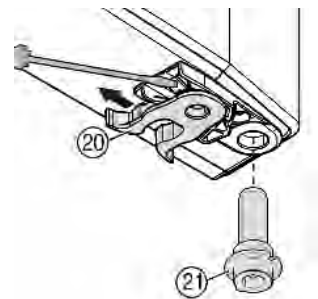

Fig. 8
- переставить пружинный зажим Fig. 8 (20): Нажмите вниз язычок защелки, снимите с него пружинный зажим.
- Извлеките опорный палец Fig. 8 (21) из втулки двери и вставьте вместе с шайбами на противоположную сторону. Язычок защелки должен быть направлен к внутренней стороне двери, паз — к внешней стороне.
- Поверните нижнюю часть двери и вставьте опорный палец *Fig. 8 (21)* в опорный кронштейн. При необходимости покрутите опорный палец, чтобы он смог заскочить.